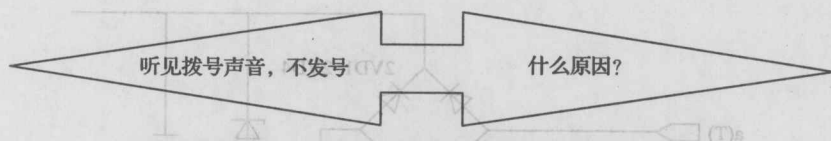

图 1—24 不发号但能听见拨号声音故障示意图
不发号但能听见拨号声音的故障示意如图 1—24 所示。
- (1) 调换 a、b 线 其示意如图 1—25 所示。